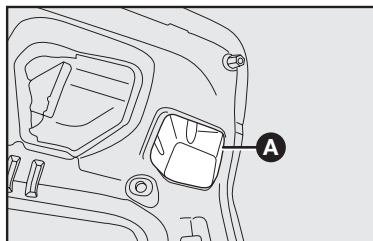

fig. 44
1) utilizando una llave phillips, quite la tapa **A-fig. 44** en la parte interna de la tapa del compartimiento de equipajes.